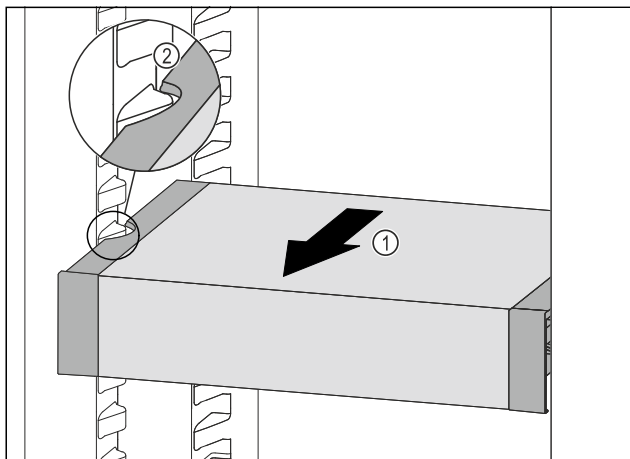

Fig. 132
- ▶ Изтеглете VarioSafe напред Fig. 132 (1), докато страничните прорези на VarioSafe се намират на височината на ребро на съда в хладилната част. Fig. 132 (2)